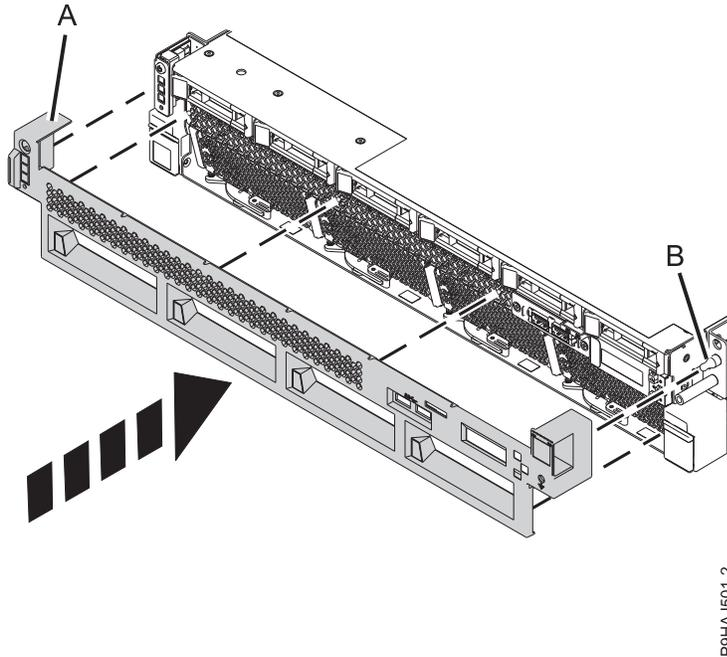

Figura 13. Instalación de la cubierta frontal
2. Empuje suavemente la cubierta (A) hacia dentro hasta que quede encajada en su lugar. La cubierta tiene hendiduras para poder sujetarla más fácilmente. Utilice la patilla de alineación (B) para fijar la cubierta al sistema tal como se muestra en la Figura 13 en la página 33. Presione la zona de rejilla sobre los ventiladores para fijar la cubierta a la parte frontal.